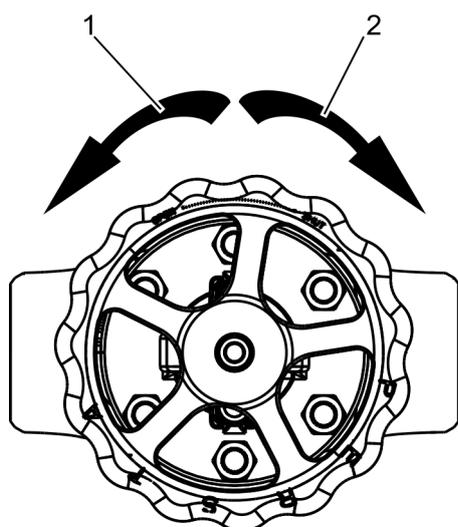

Fig. 22: Accionamiento manual: accionamiento del volante
- Giro en sentido horario (Fig. 22/2): cerrar la válvula ("Shut").
- Giro en sentido antihorario (Fig. 22/1): abrir la válvula ("Open").